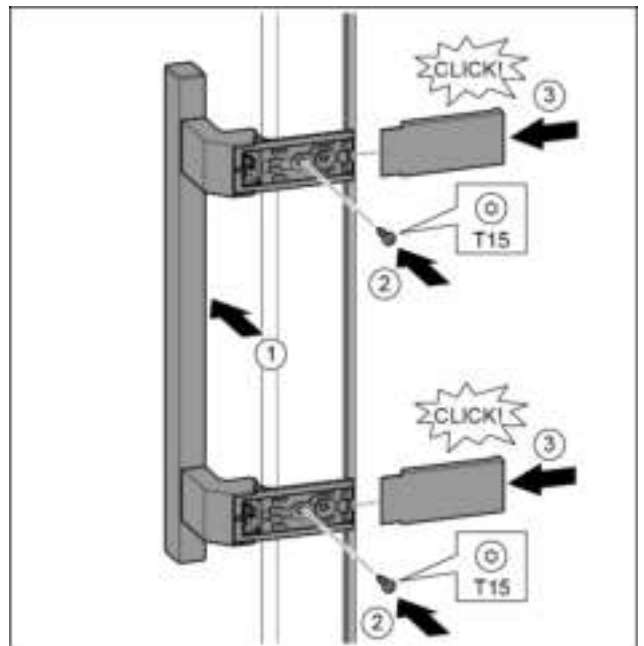

Fig. 21
- ▶ Greep op de tegenzijde aanbrengen. Fig. 21 (1)
- ▶ Schroeven met schroevendraaier T15 vastschroeven. Fig. 21 (2)
- ▶ Afdekkingen zijdelings aanbrengen en erop schuiven. Fig. 21 (3)